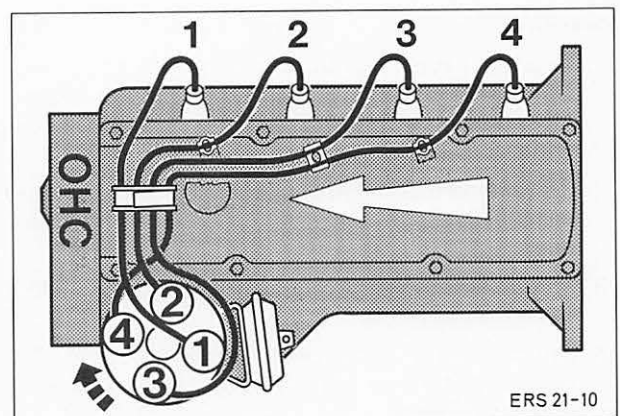

Abb. 23 Zündkabelanordnung, z. B. „B“-Motor (Zündfolge)
2. Prüfgerät entlüften, Diagrammblatt auf nächsten Zylinder einstellen und den Vorgang wie unter Pkt. 1 für alle folgenden Zylinder wiederholen. Zündkerzen einschrauben und Zündkabel aufstecken, Abb. 23.